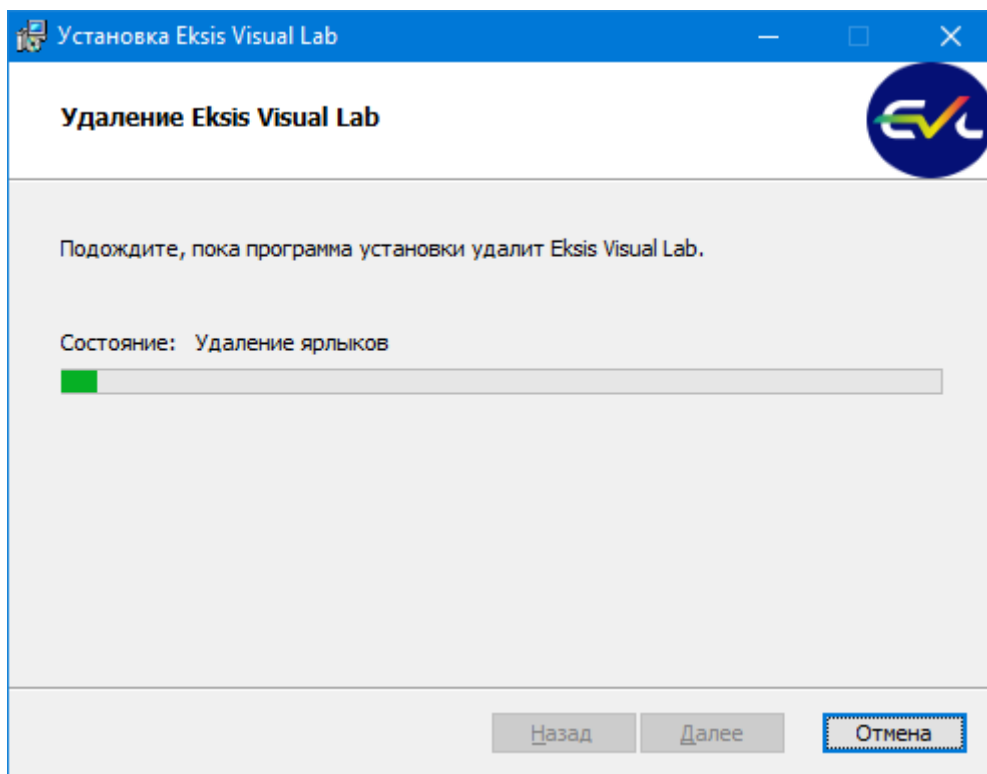

Рис. 2.12. Ход процесса удаления программы
5. Ожидание удаления (рис. 2.12). Заполнение полосы прогресса отражает ход процесса удаления программы.